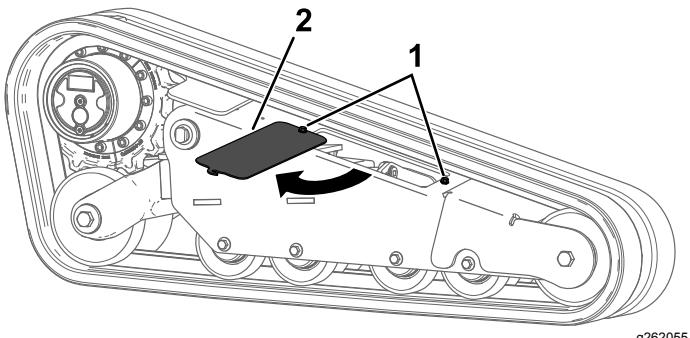

Figura 68
- Afloje los 2 pernos y gire la cubierta de acceso para abrirla (Figura 68).
14. Cierre la cubierta de acceso y apriete los pernos (Figura 68).